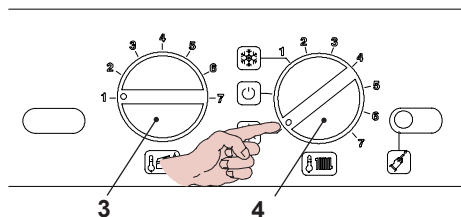

Fig. 2.5
- Ruotate il selettore 4 come in Fig. 2.5.